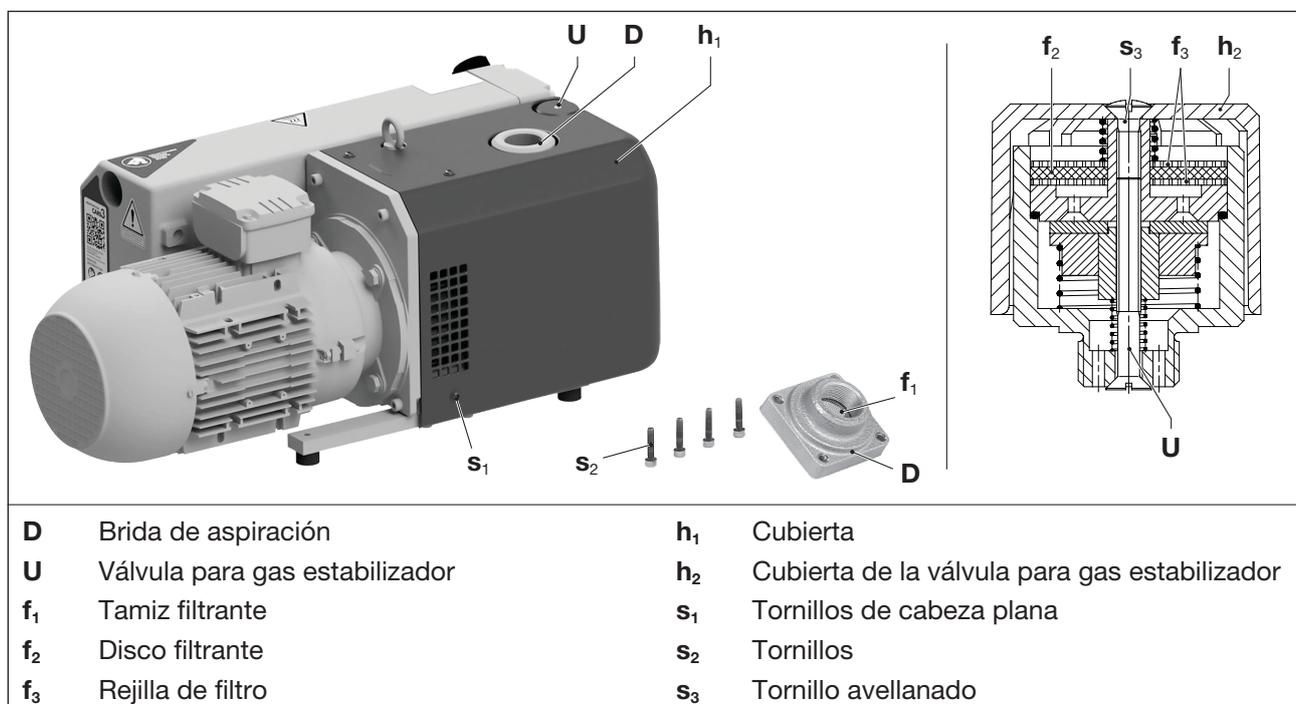

Fig. 6 Tamiz filtrante y válvula para gas estabilizador
El tamiz filtrante (Fig. 6/f1) se debe limpiar lavándolo o utilizando aire comprimido o sustituirlo con mayor o menor frecuencia en función del grado de suciedad del medio aspirado.
- Aflojar cuatro tornillos de cabeza plana (Fig. 6/s1) de la cubierta (Fig. 6/h1) y retirarla.
- Aflojar los cuatro tornillos (Fig. 6/s2) de la brida de aspiración (Fig. 6/D) y retirar la brida de aspiración.
- Limpiar el tamiz filtrante (Fig. 6/f1) de la brida de aspiración.
- Colocar la brida de aspiración (Fig. 6/D) y fijarla con los tornillos (Fig. 6/s2). Par de apriete: 25 Nm
- Colocar la cubierta (Fig. 6/h1) y fijar con los tornillos de cabeza plana (Fig. 6/s1). Par de apriete: 5 Nm
Las bombas funcionan con una válvula de lastre de gas (Fig. 6/U). Limpiar el disco filtrante integrado (Fig. 6/f2) y las rejillas de filtro (Fig. 6/f3) con mayor o menor frecuencia según el grado de suciedad del medio aspirado. Para la VCX, limpiar los elementos filtrantes de ambas válvulas para gas estabilizador.
- Aflojando los tornillos avellanados (Fig. 6/s3) y retirando la cubierta de plástico (Fig. 6/h2) se pueden extraer las piezas del filtro para su limpieza.
- Limpiar el disco filtrante (Fig. 6/f2) y las dos rejillas de filtro (Fig. 6/f3) con aire comprimido o sustituir.
- Colocar un disco filtrante (Fig. 6/f2) entre las rejillas de filtro (Fig. 6/f3) e introducirlo en la válvula. Colocar la cubierta de plástico (Fig. 6/h2) y fijarla con tornillos avellanados (Fig. 6/s3). Apretar el tornillo a mano.